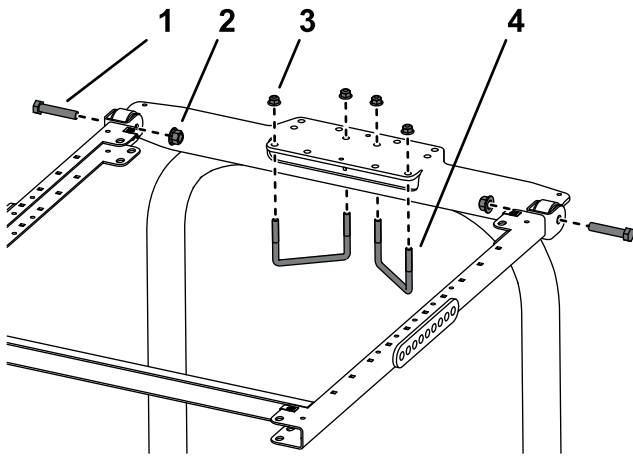

Figura 9
- Coloque el soporte de montaje del ROPS encima de la barra antivuelco del fumigador de césped (Figura 9).
7. Instale el conjunto del chasis en el soporte de montaje del ROPS (Figura 9).